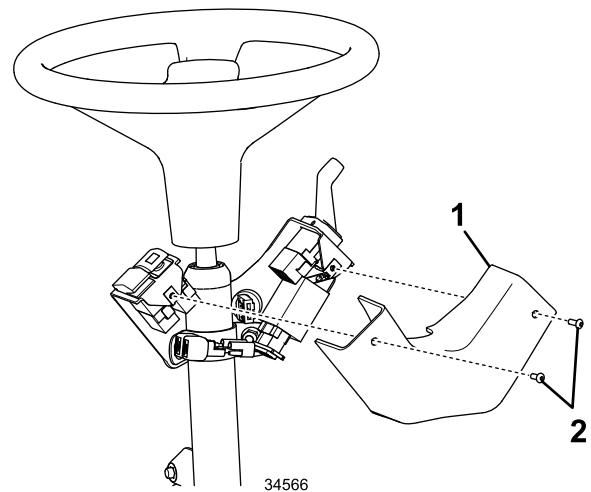

Bild 22
10. Befestigen Sie die Abdeckung mit zwei Innensechskantschrauben an der Säulenhaltung, wie in **Bild 22** abgebildet.